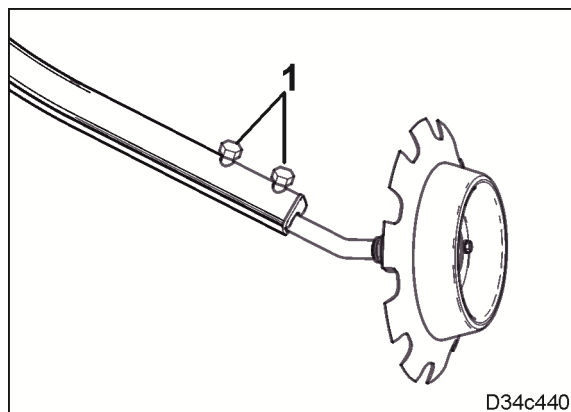

图 195
4. 松开2个螺栓（图 195/1）。
7. 拧紧螺栓（图 195/1）。